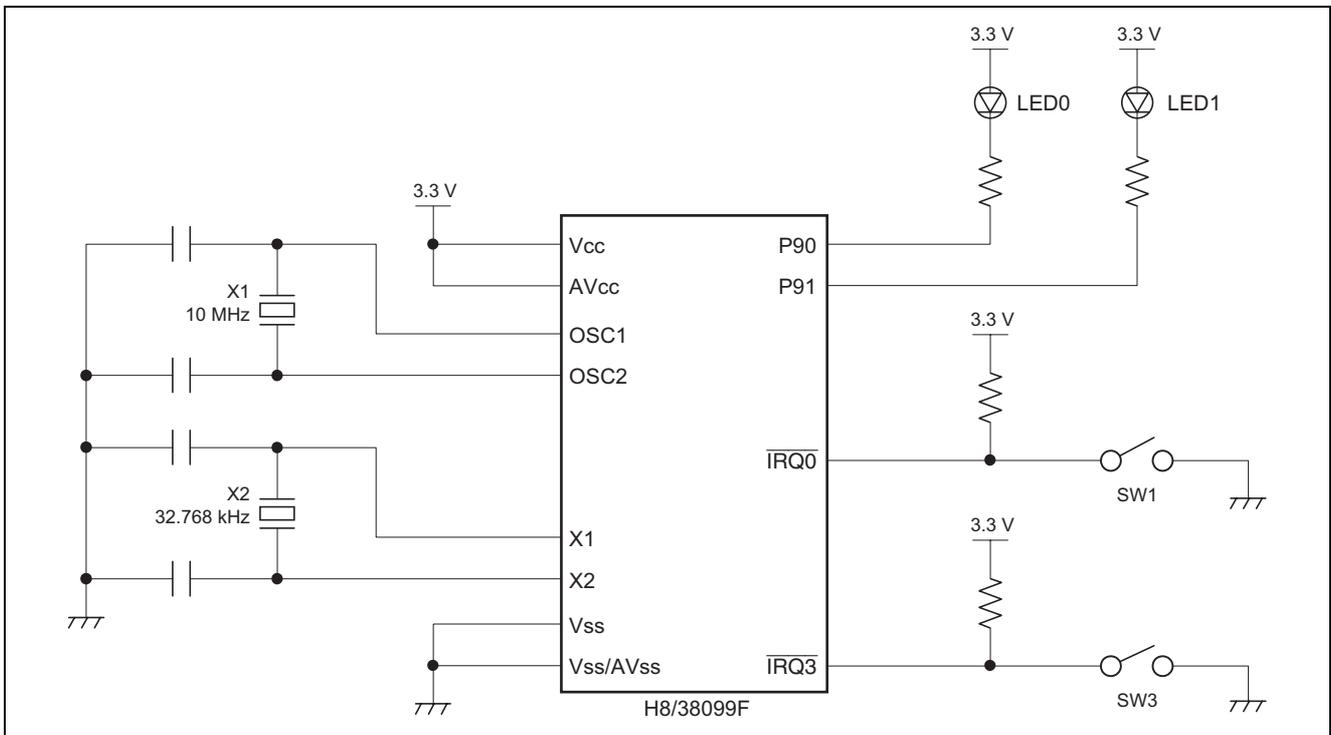

図 1 ハードウェアブロック図 (Renesas Starter Kit for H8/38099)
- (1) H8/38099 グループの RAM エミュレーション機能を使用します。
- (2) RAM エミュレーション時に動作するユーザプログラムを内蔵 RAM エリアに転送します。
- (3) RAM オーバラップエリアに、RAM エミュレーション時に使用する割り込み (RTC 秒周期割り込み) ベクタを設定します。
- (4) ユーザプログラムの RAM への転送終了後に H8/38099 グループ内蔵の RTC を使用して、P90 出力端子に接続された LED (LED0) を 0.5 s ごとに点灯/消灯します。
- (5)  $\overline{\text{IRQ0}}$  入力端子に接続されたスイッチ (SW1) を押下することにより、RAM に転送したユーザプログラムにジャンプし、フラッシュメモリをモジュールスタンバイモードに設定します。
- (6) RAM 上で動作するユーザプログラムは、H8/38099 グループ内蔵の RTC を使用して、P91 出力端子に接続された LED (LED1) を 1 s ごとに点灯/消灯します。
- (7)  $\overline{\text{IRQ3}}$  入力端子に接続されたスイッチ (SW3) を押下することにより、フラッシュメモリのモジュールスタンバイモードを解除します。その後、フラッシュメモリ上のプログラムに復帰し、P90 出力端子の LED (LED0) を 0.5 s ごとに点灯/消灯動作を行います。
- (8) 本プログラムの動作は H8/38099 グループの RSK (Renesas Starter Kit) を使用しています。図 1 に本プログラムで使用するハードウェアのブロック図を示します。